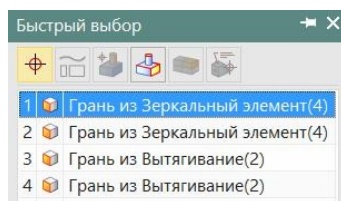

рис.35
- Часто при указании курсором какого-либо примитива в рабочем поле мы задерживаем курсор на некоторое время, и рядом с ним появляются **три белые точки**, а потом (по нажатию левой кнопки мыши) появляется диалоговое окно рис.35. В этом окне, с помощью перебора, можно уточнить – какой именно примитив вы хотели указать. Дело в том, что, например, рядом с курсором-указателем могут располагаться *несколько* граней. И тогда система хочет уточнить – какую именно грань вы имеете в виду.